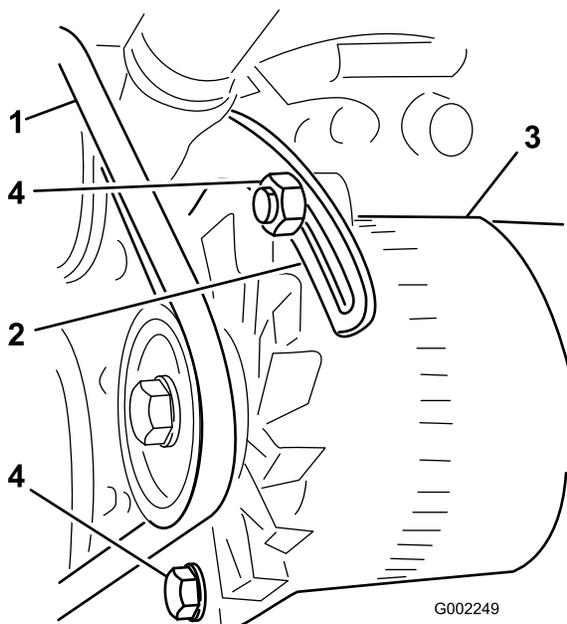

Figura 69
3. Afloje los pernos que fijan el tirante al motor y el perno que fija el alternador al tirante (Figura 69).